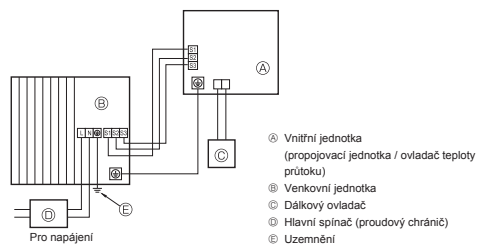
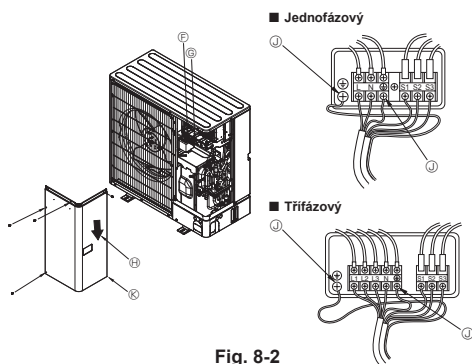

Fig. 8-1
Fig. 8-2
8.1. Venkovní jednotka (Fig. 8-1, Fig. 8-2)
- ① Sejměte servisní panel.
- ② Zapojte kabely podle Fig. 8-1 a Fig. 8-2.